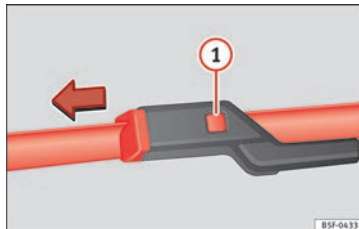

Bild 78 Byta torkarblad fram
- Tryck och håll in frigöringsknappen » **bild 78** **1** och dra samtidigt försiktigt torkarbladet i pilens riktning.